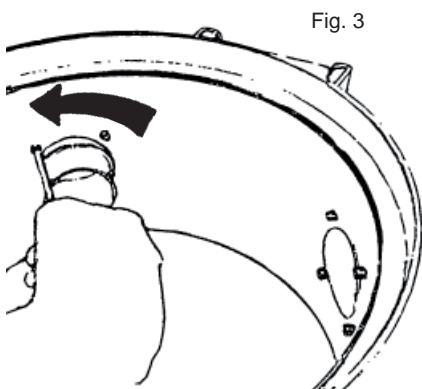

Fig. 3
1. Løsn støvsugerrørets sokkel ved at skruede fire Torx-kombinationsskruer ud med en Torx T20 eller en almindelig skruetrækker, Fig. 3.